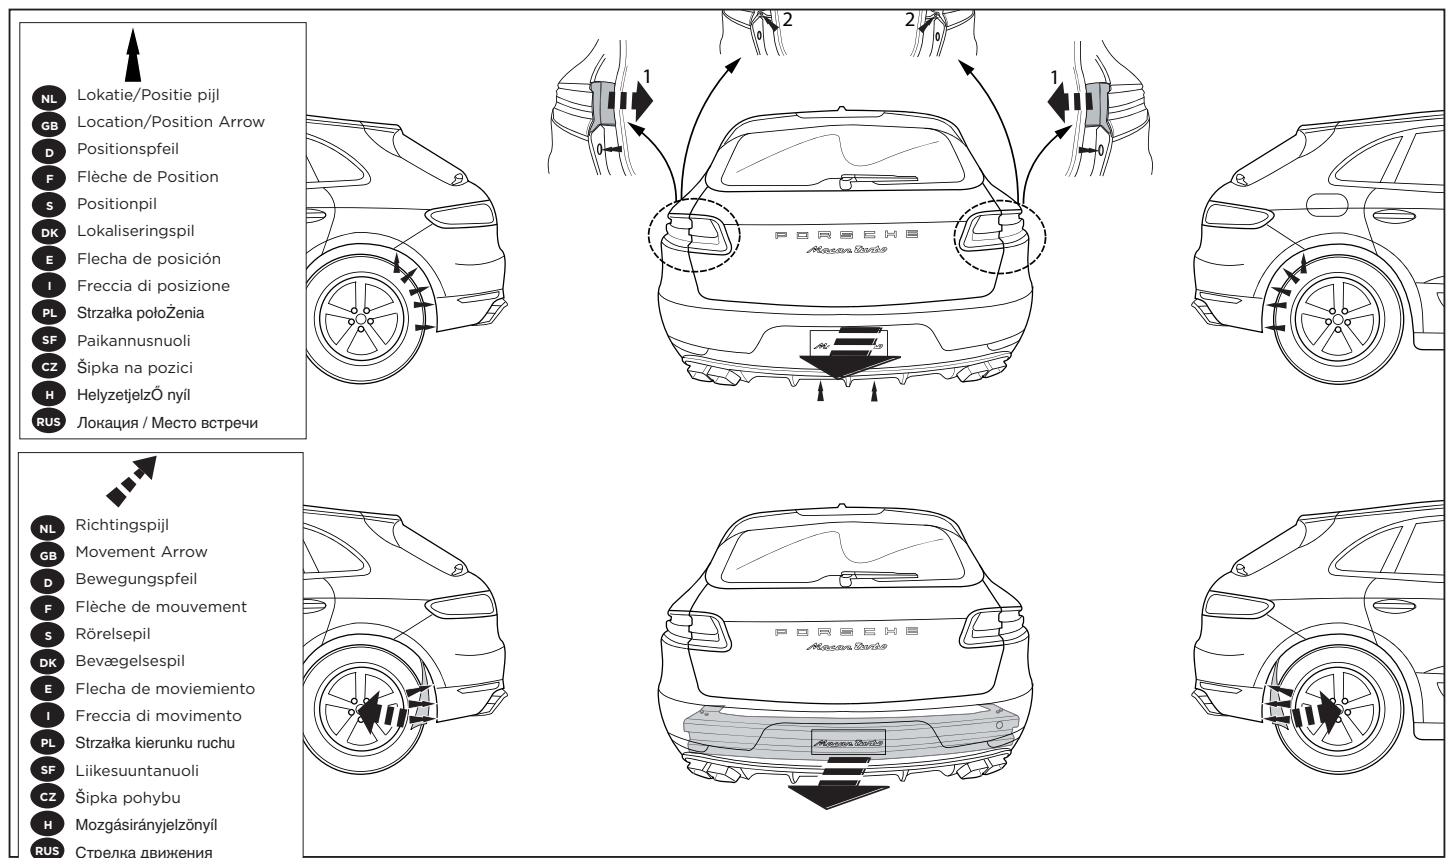

Fig. 1
3. Remove the bumper and the steel buffer beam from the vehicle. The buffer beam will no longer be needed. See figure 1.
3. Die Stoßstange einschließlich des stählerenen Stoßbalkens vom Fahrzeug abmontieren. Der Stoßbalken wird nicht mehr benötigt. Siehe Abbildung 1.
3. Déposer le pare-chocs du véhicule y compris la traverse en acier la traverse ne sera plus utilisée. Voir la figure 1.
3. Demonter kofangeren, inklusive køretøjets stålstedbjælke. Denne bliver overflødig. Se fig. 1.